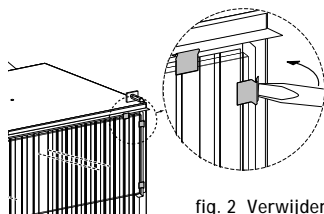

fig. 2 Verwijderen van de glasklemmen
- Verwijder het glas door de glasklemmen te verwijderen (zie fig. 2).